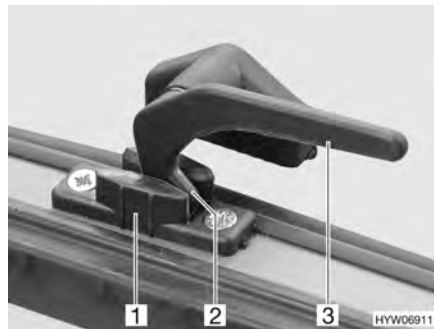

Fig. 57 Palanca de bloqueo en la posición de "ventilación continua"
- En la posición "ventilación continua" (Fig. 57)
- Girar la palanca de bloqueo (Fig. 57,3) un cuarto de vuelta hacia la mitad de la ventana.
- Girar la palanca de bloqueo un cuarto de vuelta hacia el marco de la ventana. El saliente de bloqueo (Fig. 57,2) se ha de introducir para ello en el rebaje del bloqueo de la ventana (Fig. 57,1).